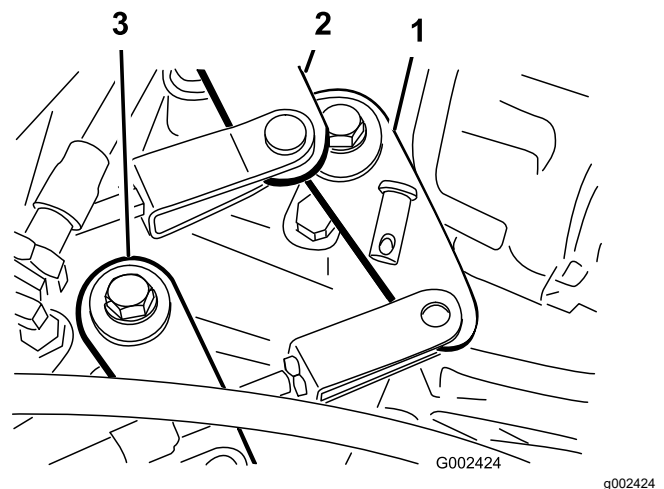

Figura 53
2. Retire los pasadores de horquilla que fijan los cables del cambio de marchas a los brazos de cambio del transeje (Figura 53).
1. Retire el pasador de horquilla que sujeta el cable de Alto-Bajo al transeje (Figura 53).